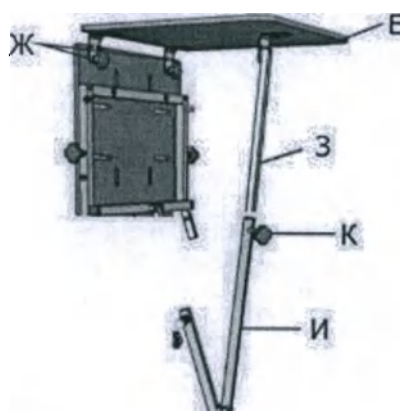

Рис.37
Установить съемный столик (Е) на верхнюю часть ложа с задней стороны. Закрепить винтами - барашками (Ж). Совместить внешнюю (З) и внутреннюю (И) части телескопической направляющей столика, закрепить стопорный винт (К) (рис.37)
6) Регулировка столика по углу наклона (рис.37)